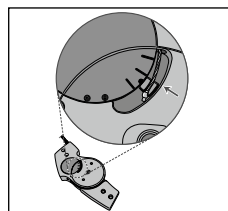

Fig. 10
16. Glissez le curseur du satellite en position automatique (Mode 1) (**Voir Fig. 1**) et contrôlez dans la articulation si le haut du levier s'est maintenant déplacé et est parallèle à la ligne du milieu (**Voir Fig. 10**).